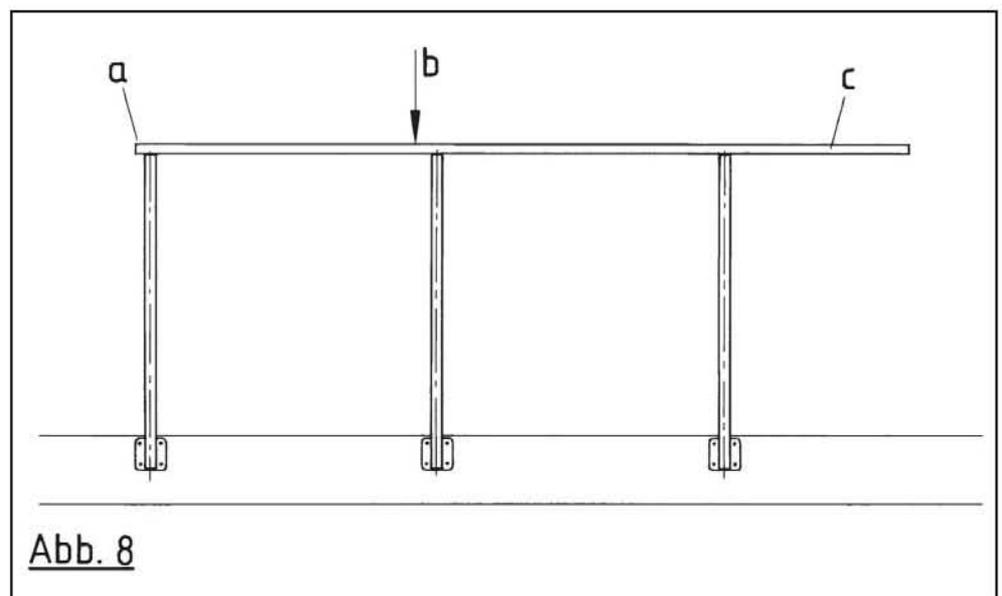

Abb. 8
Wie man Draht (oder auch Blech!) auf das Zehntel genau (!) auf einen gewünschten Radius/Durchmesser ex-akt biegen kann, habe ich in (3), S. 99 beschrieben. Ich möchte es hier nicht wiederholen. Diese Arbeitsweise wird beim Geländerbau benötigt, wenn die Rundungen für Handläufe und Durch-züge zu machen sind. Wenn hier die Formen nicht spannungsfrei stimmen, so schnippt alles wieder auseinander, falls eine benachbarte Lötstelle warm wird oder nachgewärmt werden muss. Reden wir zuerst von den geraden Gel-änderstücken. Wenn die Deckskante schnurgerade ist und es uns gelingt, wie oben beschrieben, die Stützen exakt senkrecht anzukleben, so sollten auch die oberen Enden der Stützen exakt in einer Reihe stehen. Das mit etwas Überlänge bemessene Drahtstück (Ø 0,8) für den Handlauf wird oben auf-liegend – also stumpf – an die erste Geländerstütze gelötet. Dabei gibt die folgende Stütze, auf der das Drahtstück mit aufliegen sollte, in etwa schon die Richtung an. Das Handlaufstück über-ragt seitlich die erste Stütze um nur we-nige Zehntelmillimeter (a in Abb. 8). Das Löten macht man mit einem sehr großen, heizkräftigen LötKolben und immer mit Lötwasser. Nur so geschieht die Lötung wirklich blitzschnell und die gesamte Geländerstütze wird nicht
Der Draht wird nun auf der zwei-ten Stütze ausgerichtet und ebenfalls angelötet. Dabei achtet man darauf, dass keinerlei seitlicher Druck auf die Stütze kommt, der diese aus der Senk-rechten bringen könnte. Man drückt dabei mit einem spitzen Werkzeug (z. B. einer Messerklinge) bei (b) in Abb. 8 von oben auf den Handlauf. Man kann dafür auch eine kleine Holzleiste verwenden. Der Sinn ist, dass dieses Drückwerkzeug wenig „kühlt“, denn auch diese Lötstelle wollen wir blitz-schnell löten. Ein Werkzeug, das kühlt (z. B. eine zu massive Pinzette), müsste unsinnigerweise mit erhitzt werden. Auf diese Weise wird der Handlauf auf allen Stützen befestigt. Am anderen Ende ragt er zum Schluss ein ganzes Stück über (c). Dieses Stück kann man